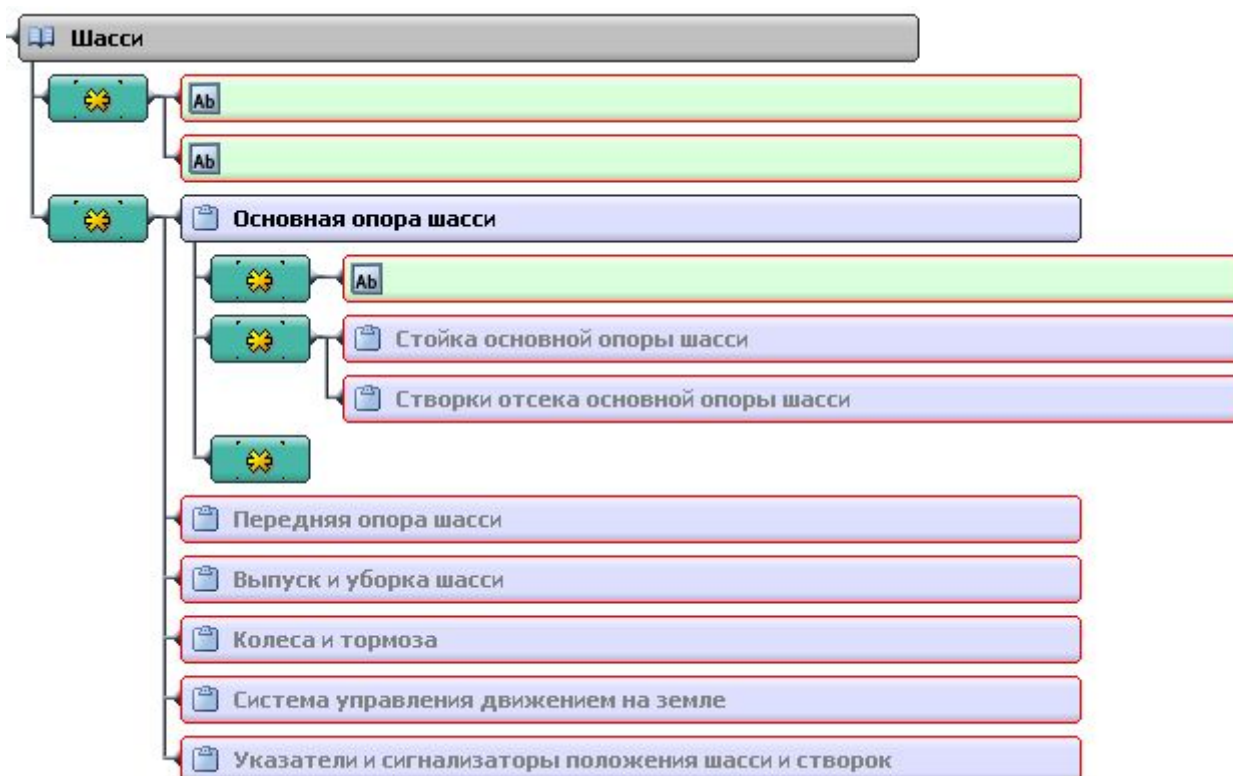

Рис. 2.56
6. Введите следующие названия для элементов **Подсистема** – «Стойка основной опоры шасси» и «Створки отсека основной опоры шасси» (Рис. 2.56).